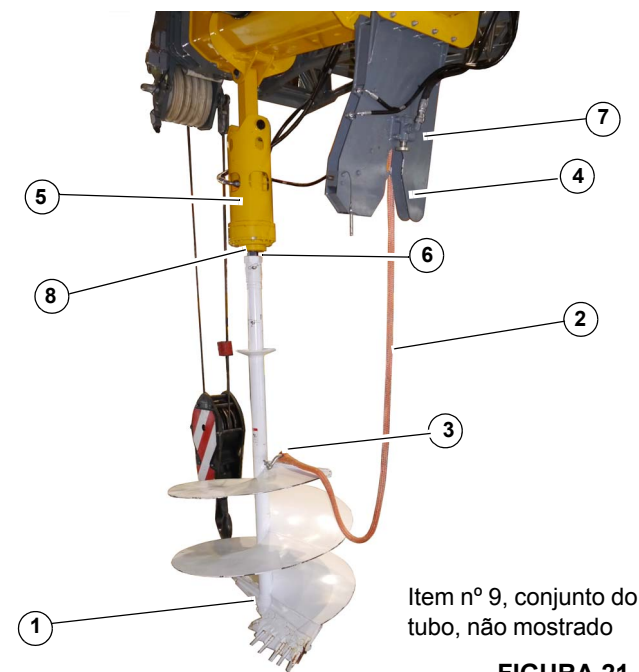

FIGURA 21
8. Empurre o joystick esquerdo para a frente até que o cabo de enrolar desenrole e o trado (5, Figura 21) aponte perpendicularmente para baixo.
1. Com a chave de alimentação do trado acionada, (2, Figura 19), posicione a rosca (1, Figura 21) sobre a área de escavação desejada e abaixe a lança até o solo, em seguida empurre lentamente a alavanca de controle do joystick esquerdo (1, Figura 19) para a frente e comece a penetrar na superfície com o trado. Se o trado começar a chicotear (de um lado para o outro), pare a escavação momentaneamente, depois recomece a escavar.
NOTA: Quando a rosca (1, Figura 21) encher de terra, puxe o trado do furo e deposite a terra em um local desejado. A terra pode ser removida da rosca girando-se o trado no sentido de avanço e, depois, no sentido inverso. **Não remova a terra mudando violentamente de avanço para inversão.**
Limpe a rosca (1, Figura 21) antes de recolher para aumentar a vida útil da rosca e reduzir o excesso de tensões na orelha de recolhimento provocadas pelo peso adicional e para evitar que a terra caia da rosca durante o procedimento de recolhimento.
Números dos itens da Figura 21